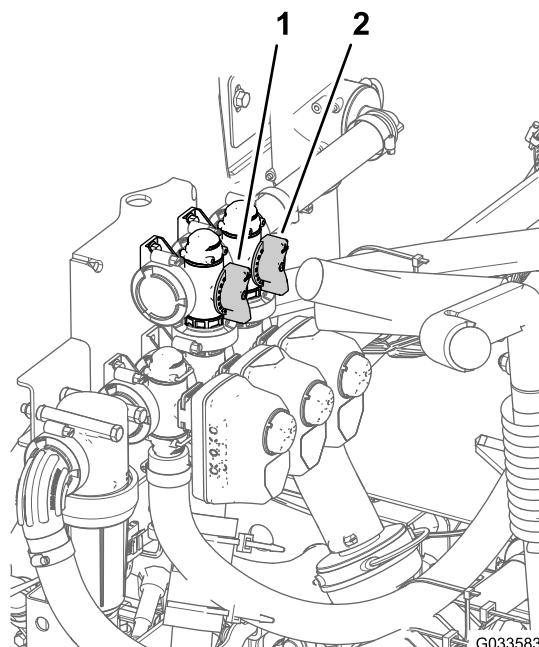

Рисунок 89
8. С помощью ручки главного перепуска стрелы отрегулируйте интенсивность перемешивания в баке (**Рисунок 89**).